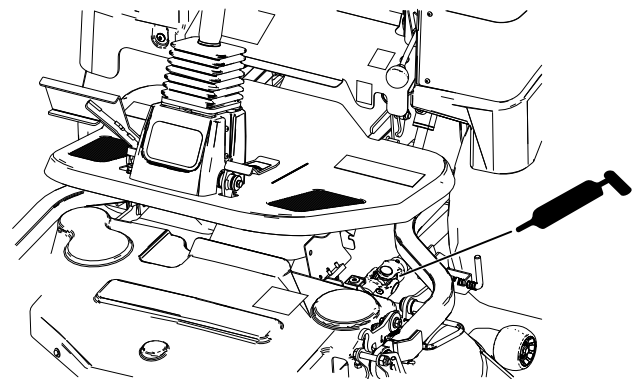

Figura 47
- Spingete in avanti il giunto cardanico dell'albero di trasmissione verso la scatola ingranaggi del tosaerba (Figura 47).